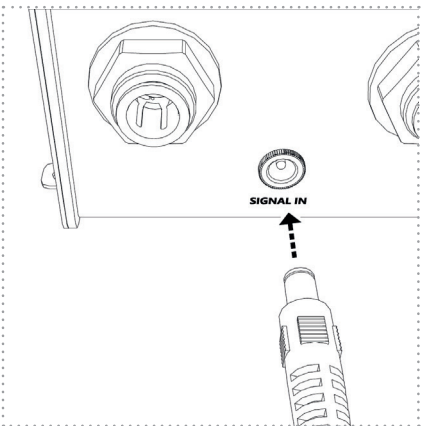

Figure 22
7. Ensuite, enfichez la fiche du câble de raccordement (signal) dans la prise prévue à cet effet sur l'unité UV (figure 22). L'unité UV devrait maintenant se trouver en mode veille et clignoter en bleu.